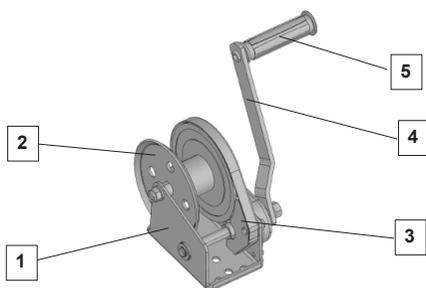

Fig. 1
Als men de zwengel bedient (tek. 4, fig. 1 of tek. 7, fig. 2), en afhankelijk van de aangegeven rotatie-richting (fig. 12), stijgt de last. Als de operator de zwengel in de omgekeerde richting bedient, dan zal de last dalen. De lengte van de zwengel kan worden afgesteld met behulp van een afstelapparaat dat alleen voor de caRol Duratech 250 is bedoeld (tek. 6, fig. 2).
- een structuur (tek. 1, fig. 1 of tek. 1, fig. 2) waarop de caRol Duratech-takel is gemonteerd
- een veiligheidsdiscarter (tek. 3, fig. 1 of tek. 10, fig. 2) ter bescherming van de reductor tegen uitstekende delen en stoten tijdens installatie, gebruik, transport en opslag van de takel, waarbij de veiligheid van de operator tijdens het gebruik van de takel gewaarborgd is.